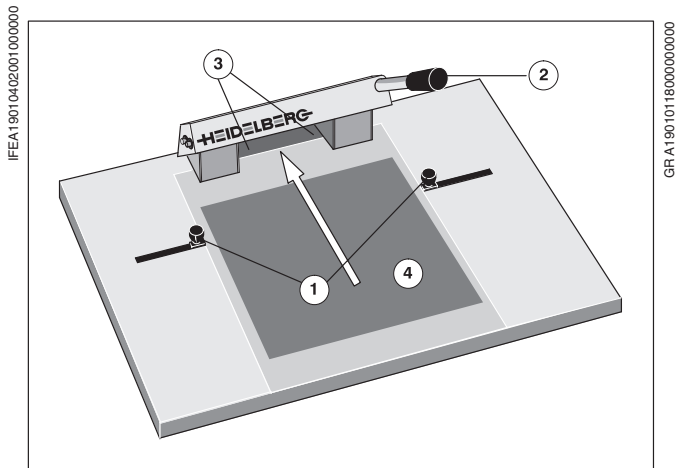

Рис. 2 Штанцевальный аппарат для печатной формы
- ❶ Боковые упоры печатной формы установить в крайние внешние позиции (Рис. 2/❶).
- ❷ Положить печатную форму (Рис. 2/❷) покрытием вверх в штанцевальный аппарат и продвинуть переднюю кромку формы до упора (Рис. 2/❸) в направлении стрелки.
- ❸ Приставить боковые упоры (Рис. 2/❶) к печатной форме; печатная форма выравнивается по центру с помощью боковых упоров.
- ❹ Проверить, чтобы печатная форма прилегла параллельно к упору; при необходимости выровнять форму.
- ❺ Зафиксировать форму и потянуть рычаг для штанцевания вниз до упора (Рис. 2/❺).
- ❻ Отпустить рычаг и вынуть проштанцованную печатную форму.